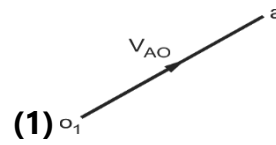

Figure.2.14
- 1) 'o' वेग Figure मध्ये शून्य वेग बिंदू (ध्रुव बिंदू) दर्शवू. काही निवडलेल्या स्केलवर क्रॅक AO करण्यासाठी व्हेक्टर  $oa = 200 \text{ cm/s}$  लंब काढा, म्हणजे,  $1 \text{ cm} = 50 \text{ cm/s}$ . Figure 2.14 मध्ये दाखवल्याप्रमाणे.